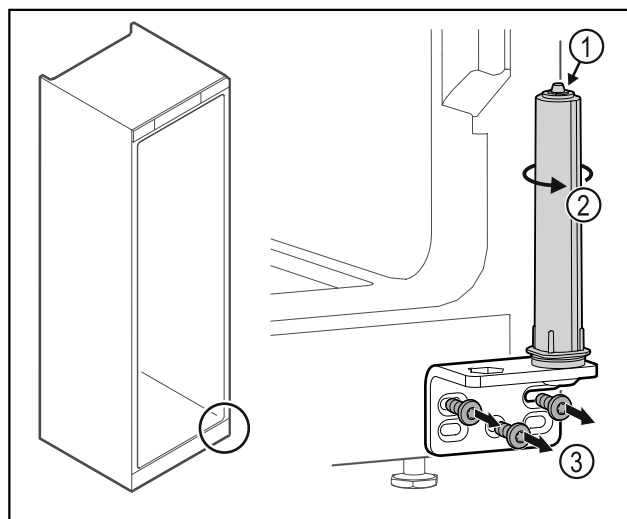

Fig. 33
- Ne razstavite sistema za zaklepanje vrat Fig. 33 (1).
- Obračajte zaporni sistem Fig. 33 (2), dokler ne klikne.
- Odvijte kotnik tečaja vrat Fig. 33 (3).